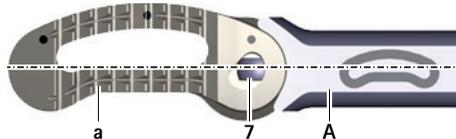

Рис. 8 Рабочий имплантат в положении  $0^\circ$
- ▶ Удерживать тестовый имплантат D в положении 0° на установочном инструменте A, см. Рис. 8.
- ▶ Удерживать рабочий имплантат в положении  $0^\circ$ , см. Рис. 8.